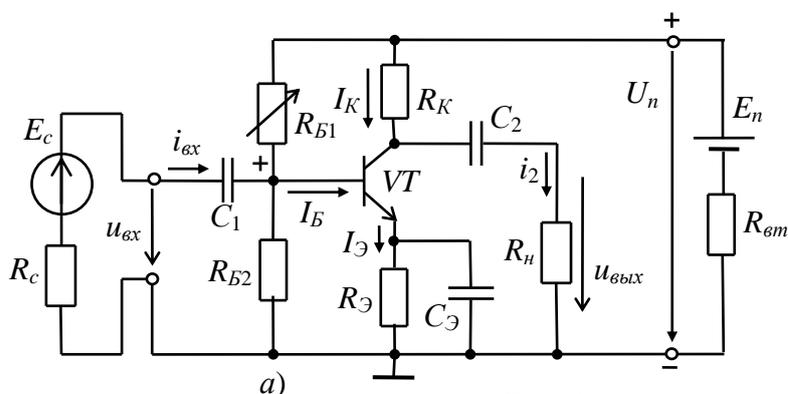

Рис. 1
1. Рассчитать цепи смещения каскада ОЭ (рис. 1). Транзистор 2N3392. Коллекторное сопротивление $R_k = 3\text{кОм}$. Напряжение питания $E_n = 12\text{В}$. Обосновать выбор транзистора.